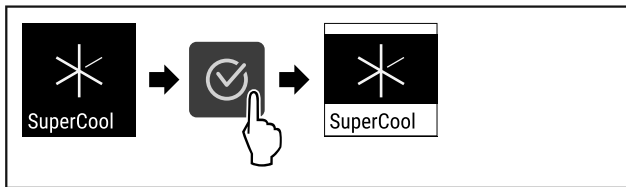

Fig. 73
- ▶ Udfør handlingstrinene (se Fig. 73).